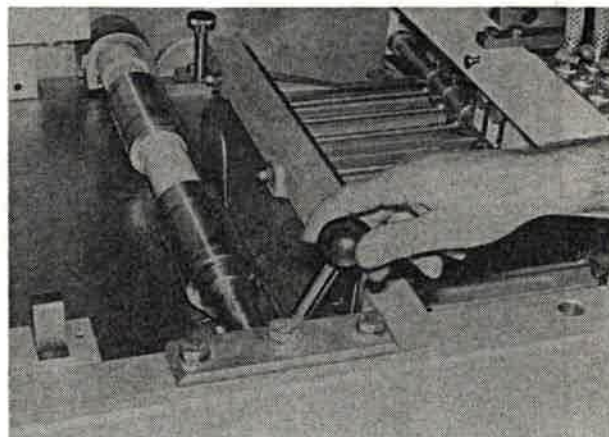

Bild 159
8. Vorzugwalzen durch Umlegen des Hebels (Bild 159) anheben.